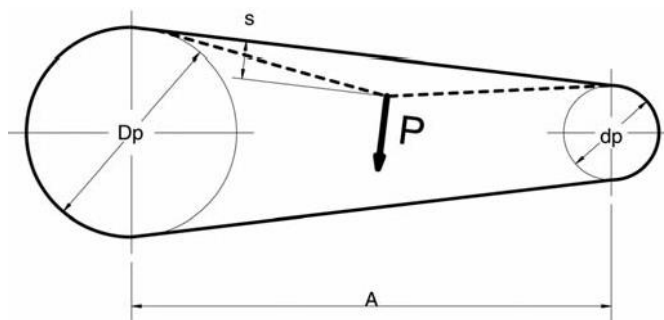
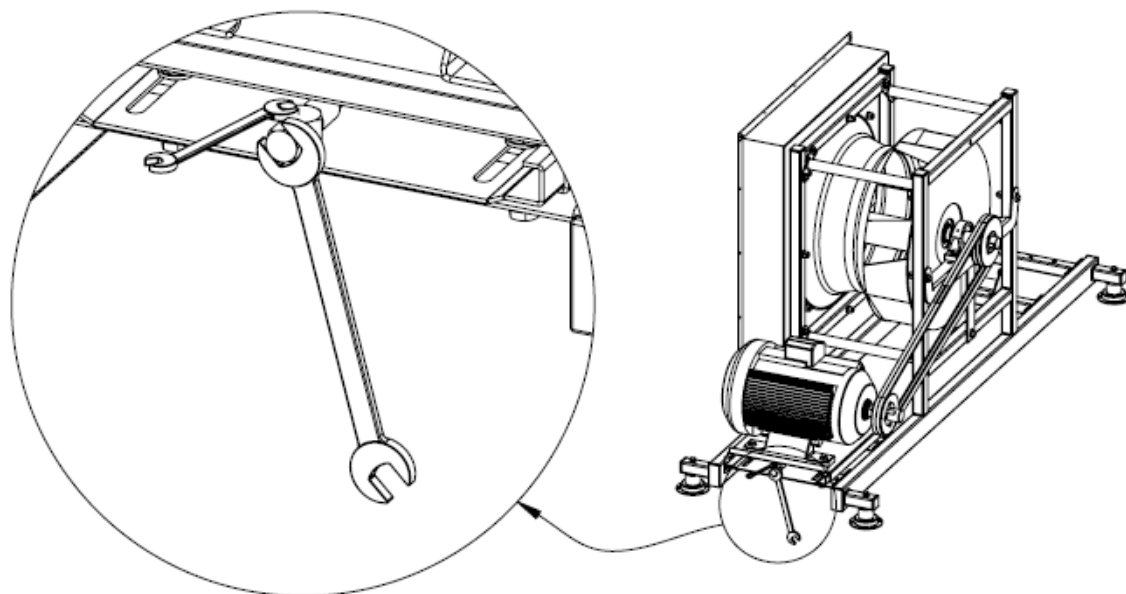
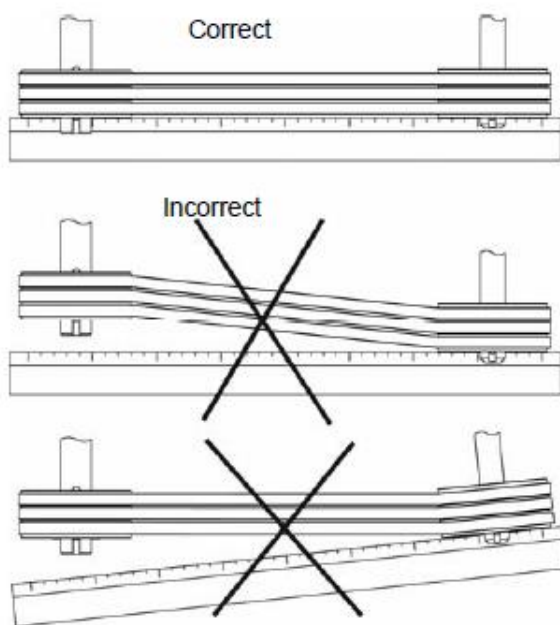

Рисунок 22. Прогиб клинового ремня
Рисунок 24 Регулировка натяжения ременных шкивов
Рисунок 25 Установка ременных шкивов
1. Измерьте расстояние между осями шестерен (размер A Рисунок 22. Прогиб клинового ремня).
2. Измерьте усилие P , необходимое для прогиба ремня на $S=16$ мм на каждый погонный метр расстояния между осями, примерно посередине между осями (Рисунок 22. Прогиб клинового ремня).
Если натяжение не соответствует норме, натяните ремни, переместив двигатель с помощью винта натяжения на пластине электродвигателя (рис. 24) и сравните значения натяжения со значениями, указанными в Таблица 19 Величина силы прогиба P^* в зависимости от типа и диаметра „ dP ” го шкива
Также убедитесь, что клиновой ремень не изношен, не поврежден и не проскальзывает и не поврежден. Поврежденный клиновой ремень необходимо заменить. При износе одного ремня в многоременном приводе все ремни необходимо заменить, убедившись, что длина и тип этих ремней совпадают с канавками шкива. Если не все ремни будут заменены, новые ремни будут нести больше нагрузки, так как они немного короче старых. При замене ремней ослабьте винт натяжения пластины электродвигателя (Рисунок 24 Регулировка натяжения ременных шкивов) так, чтобы ремни можно было снять и установить на шкивы вручную, не прилагая значительных усилий. Ремни ни в коем случае нельзя натягивать с помощью отвертки или другого инструмента. При замене ремня убедитесь, что контактные поверхности ременных шкивов не изношены. Натяните новые ремни таким образом, чтобы требуемое усилие прогиба P (Рисунок 22. Прогиб клинового ремня) было максимально приближено к значению P , указанному в Таблица 19 Величина силы прогиба P^* в зависимости от типа и диаметра „ dP ” го шкива. После установки новых ремней проверьте выравнивание шкивов, проверив с помощью линейки, что шкивы параллельны и что их канавки находятся в одной плоскости (рис. 25). При правильном расположении поверните привод без нагрузки так, чтобы ремни вошли в канавки шкивов. Новые ремни необходимо повторно натянуть после 50 часов работы.
5. Правильно установите ременные шкивы (рис. 25)